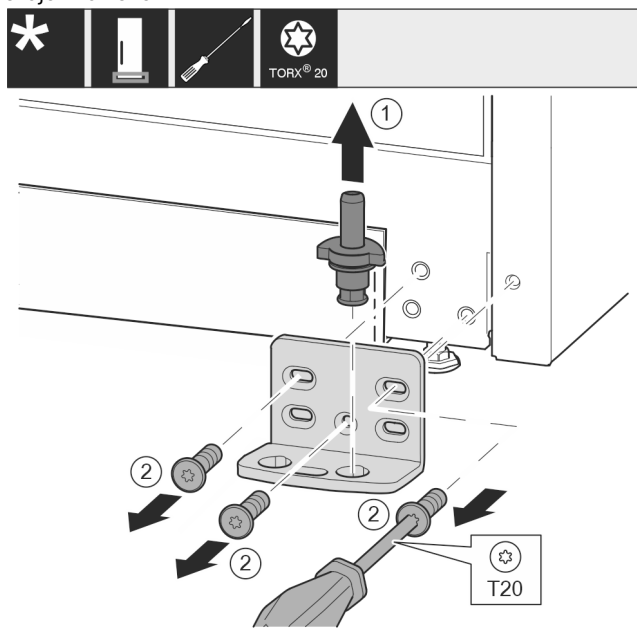

Fig. 18 *
- Ložiskový čep Fig. 18 (1) celý vytáhněte nahoru.*
- Šroubovákem vyšroubujte šrouby Fig. 18 (2) a sejměte stojan ložiska.*